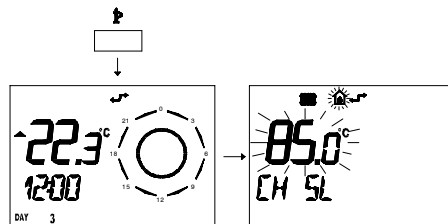

fig. 5.30
- 2 Premere per più di 3 secondi il pulsante P per entrare in modalità **INFO**. (fig. 5.30)